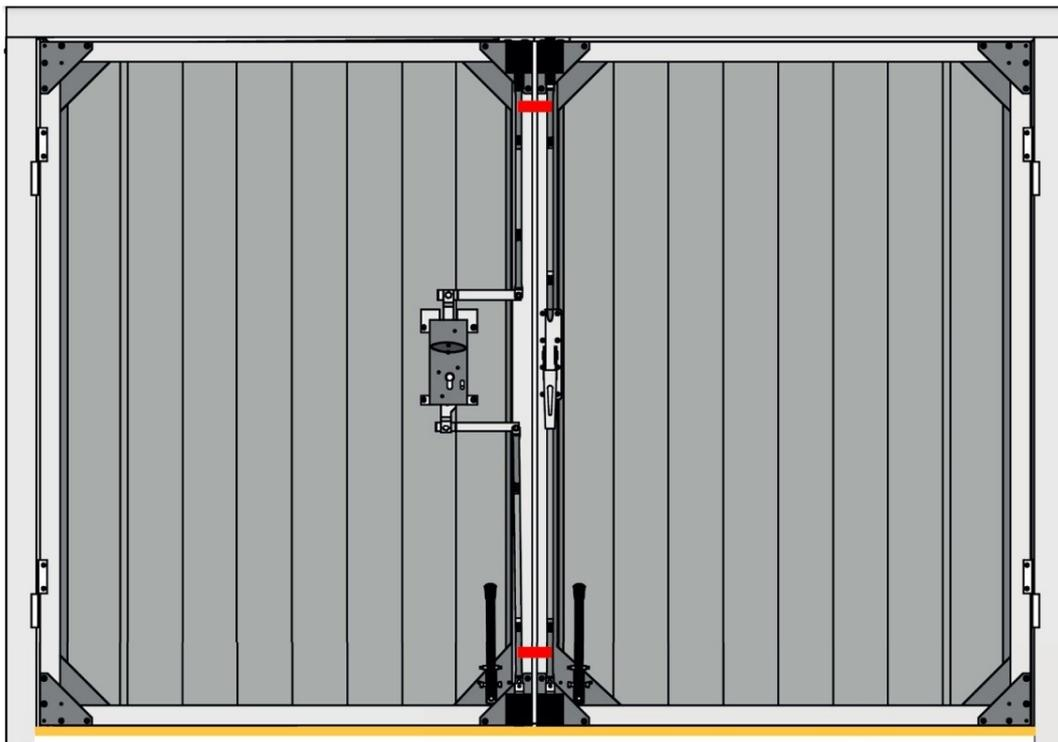

Abb. 9 Transportsicherungen
- Schrauben Sie die in der obigen Zeichnung gekennzeichneten Transportsicherungen (rot und gelb) ab. Bei einem Tor mit Schwelle existiert die gelb markierte Sicherheit nicht (Abb. 9)